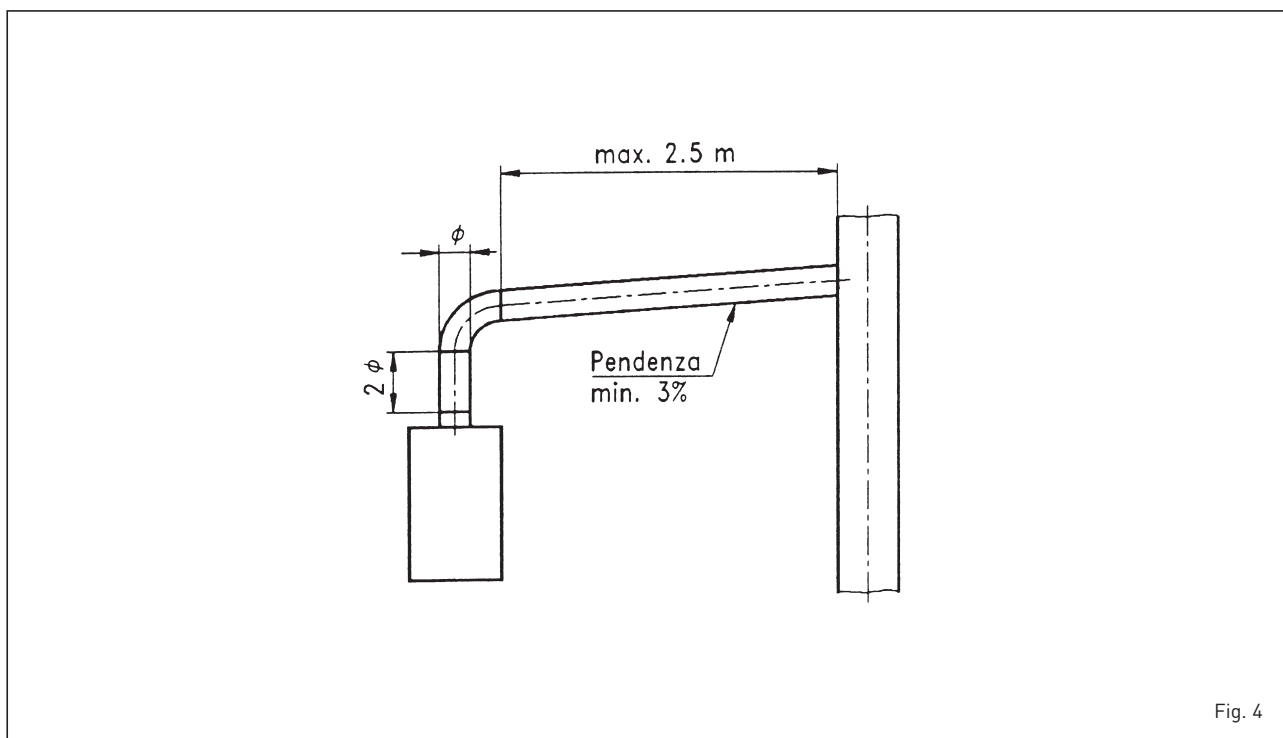

Fig. 4
2.4.1 Allacciamento canna fumaria (fig. 4)